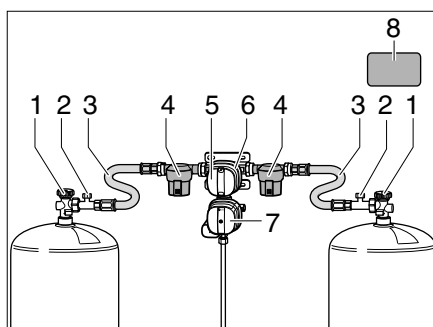
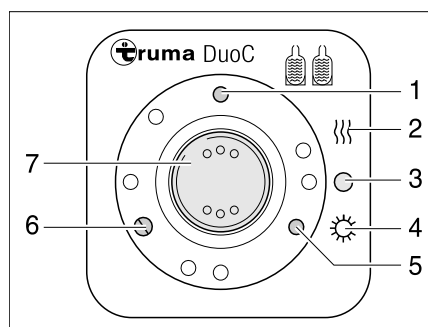
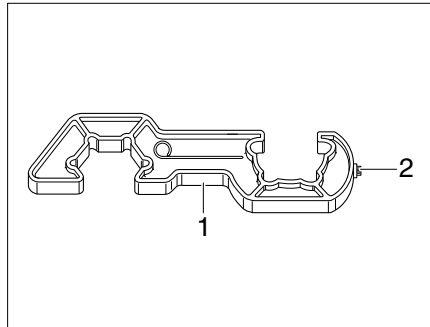
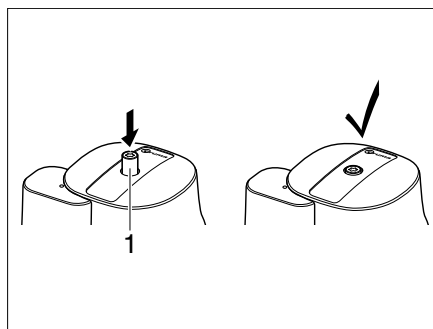

Fig. 243 Impianto di commutazione DuoControl
Fig. 244 Centralina di controllo
Fig. 246 Strumento ausiliario
Fig. 247 Sensore di crash
L'impianto di commutazione DuoControl è costituito da una valvola commutatrice (Fig. 243,6) e dalla centralina di controllo (Fig. 244). La valvola commutatrice è montata tra i tubi flessibili ad alta pressione (Fig. 243,3). Con la manopola (Fig. 243,5) sulla valvola commutatrice è possibile stabilire, quale delle bombole del gas viene utilizzata come bombola in uso e quale bombola del gas viene utilizzata come bombola di riserva.
La valvola commutatrice (Fig. 243,6) è munita dell'impianto antighiaccio EisEx. In questo modo si possono evitare guasti nell'impianto del gas in inverno.
A monte della valvola commutatrice si trova su ogni lato un filtro del gas (Fig. 243,4) che protegge l'impianto del gas dall'olio e dalle impurità.
Sulla centralina di controllo (Fig. 244) possono essere gestite solo le funzioni elettriche. Le valvole principali di arresto (Fig. 243,1) delle bombole del gas devono essere aperte manualmente.
La valvola commutatrice garantisce una pressione del gas costante, indipendentemente da quale bombola provenga l'alimentazione del gas. Le due spie di controllo della centralina di controllo segnalano il livello della bombola in uso. Se la spia di controllo verde (Fig. 244,6) è accesa, la bombola in uso è piena. Se la spia di controllo rossa (Fig. 244,5) è accesa, la bombola in uso è vuota. In questo caso il gas viene fornito dalla bombola di riserva.
- Aprire le valvole principali di arresto (Fig. 243,1) delle bombole del gas.
- Con la manopola (Fig. 243,5) sulla valvola commutatrice (Fig. 243,6) selezionare la bombola del gas da cui proviene la principale alimentazione del gas (bombola in uso).
- Portare l'interruttore a bilico (Fig. 244,7) in posizione "O" (Fig. 244,3). La spia di controllo gialla (Fig. 244,1) si spegne.
- Chiudere le valvole principali di arresto (Fig. 243,1) delle bombole del gas.
Le spie di controllo sulla centralina di controllo (Fig. 244,5 e 6) segnalano all'interno del veicolo se la bombola del gas in uso è pronta.
Se la spia di controllo verde (Fig. 244,6) si spegne durante il funzionamento e la spia di controllo rossa (Fig. 244,5) si accende, la bombola del gas selezionata come bombola in uso è vuota e deve essere sostituita. La bombola di riserva continua ad alimentare le utenze a gas.
- ▷ Per avvitare e svitare i tubi flessibili ad alta pressione, utilizzare lo strumento ausiliario (Fig. 246,1). Esso garantisce la necessaria coppia di serraggio e impedisce che l'uso di utensili errati danneggi collegamento a vite.
- Chiudere la valvola principale di arresto (Fig. 243,1) della bombola del gas vuota.
- Svitare il tubo flessibile ad alta pressione (Fig. 243,3) dalla bombola del gas per mezzo dello strumento ausiliario (Fig. 246).
- Collegare la bombola del gas piena al tubo flessibile ad alta pressione (Fig. 243,3).
- Aprire la valvola principale di arresto (Fig. 243,1) della bombola del gas.
- Posizionare con un mezzo giro la manopola (Fig. 243,5) sulla valvola commutatrice (Fig. 243,6) in modo tale che la bombola del gas appena sostituita serva da bombola di riserva.
- Premere il pulsante (Fig. 243,2) del dispositivo antirottura del tubo flessibile ad alta pressione per attivarlo.
- Eventualmente premere il pulsante di reset (Fig. 247,1) del sensore di crash.
- ▶ Osservare l'etichetta di sicurezza (Fig. 243,8) applicata nel vano portabombole.
- Con il Torx T20 (Fig. 246,2) dello strumento ausiliario premere verso l'interno il pulsante di sbloccaggio (Fig. 247,1), ruotare leggermente in senso orario e mantenere in questa posizione per 5 secondi. Il sensore di crash è pronto quando il pulsante di sbloccaggio (Fig. 247,1) in rimane nella posizione premuta.
- Dopo aver sostituito la bombola del gas, premere vigorosamente il pulsante verde (Fig. 243,2) del tubo flessibile ad alta pressione (Fig. 243,3).